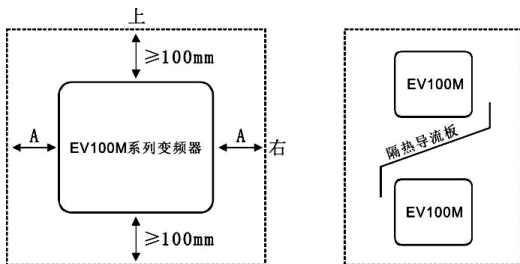

图3-1 EV100M系列变频器安装示意图
1) 请垂直安装变频器，便于热量向上散发。但不能倒置。若柜内有较多变频器时，最好是并排安装。在需要上下安装の場合，请参考图3-1的示意图，安装隔热导流板。
2) 安装空间照图3-1所示。保证变频器的散热空间。但布置时请考虑柜内其他器件的散热情况。